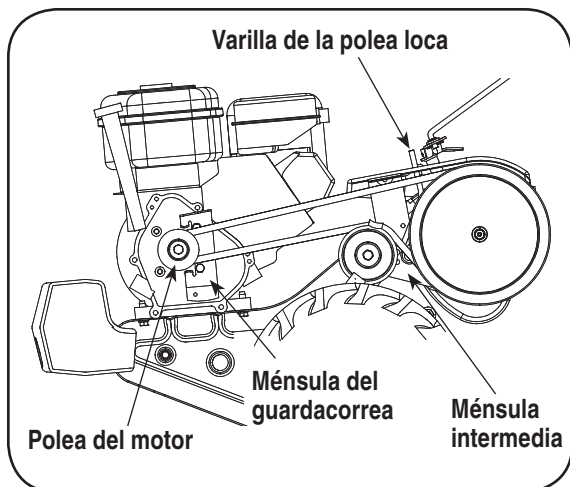

Figura 7-2
- Retire la ménsula del guardacorrea ubicado detrás de la polea del motor extrayendo dos pernos hexagonales y arandelas de seguridad. Vea la Figura 7-2.
NOTA: Después de armar, cerciórese de que la correa pasa sobre la polea loca y por dentro de los guardacorreas junto a la polea del motor. Vea la Figura 7-2.